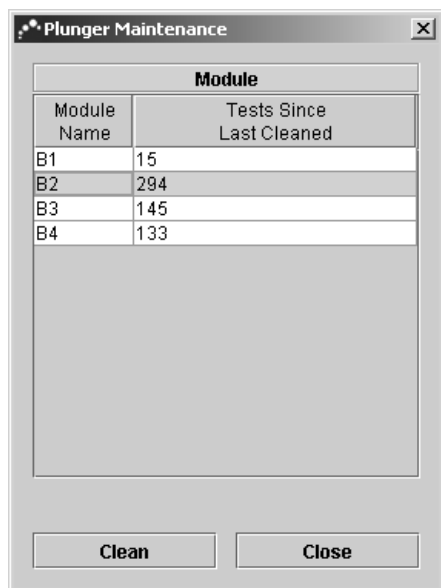

Рис. 9-2. Диалоговое окно Plunger Maintenance (Обслуживание плунжера).
3. В меню **Maintenance** (Обслуживание) выберите пункт **Plunger Maintenance** (Обслуживание плунжера). Появится диалоговое окно Plunger Maintenance (Обслуживание плунжера), см. (Рис. 9-2).